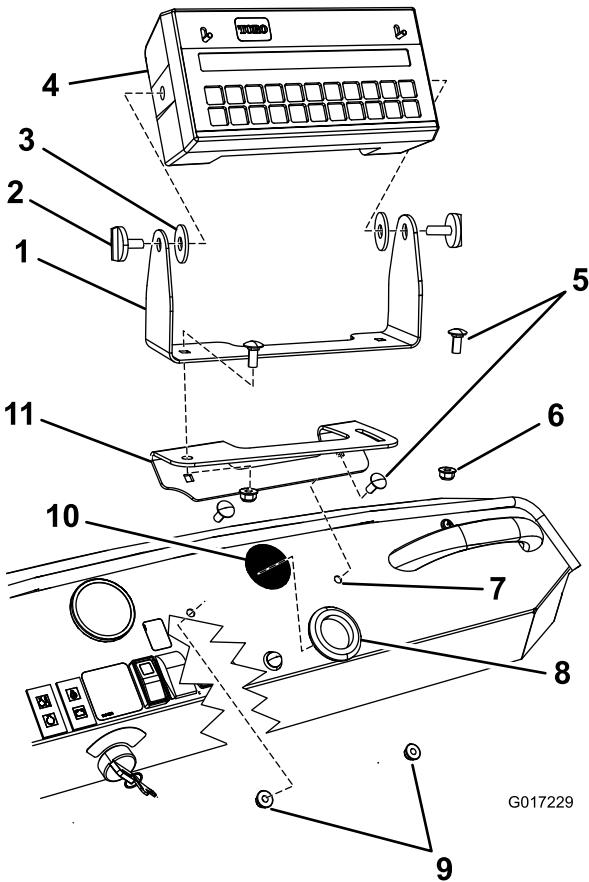

Figure 2
1. Dans les pièces détachées, trouvez le support de montage comportant une fente courbe. Posez le support sur le tableau de bord et fixez-le avec 2 boulons de carrosserie (5/16 x 3/4 pouce) et 2 contre-écrous (5/16 pouce) comme illustré à la Figure 2.
7. Assemblez la console sur le support de pivotement avec 2 boutons (Figure 2).
8. Fixez le support de pivotement au support fixe avec 2 boulons de carrosserie (5/16 x 3/4 pouce) et 2 contre-écrous (5/16 pouce) comme illustré à la Figure 2.